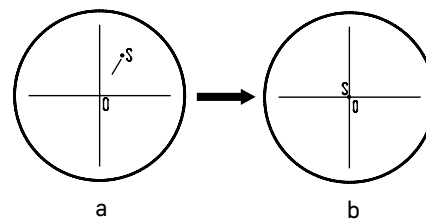

Рис. 13. Настройка канала визуализации
- Наблюдая объект через окуляры, найдите отличительную точку в поле зрения (легко идентифицируемую цель, такую как точка S на рис. 13а), переместите объект на предметном столике так, чтобы данная точка находилась в центре поля зрения как показано на рис. 13b. Для этой процедуры вместо обычного препарата удобно использовать специальный калибровочный слайд с перекрестием, а вместо обычного окуляра – окуляр с перекрестием.